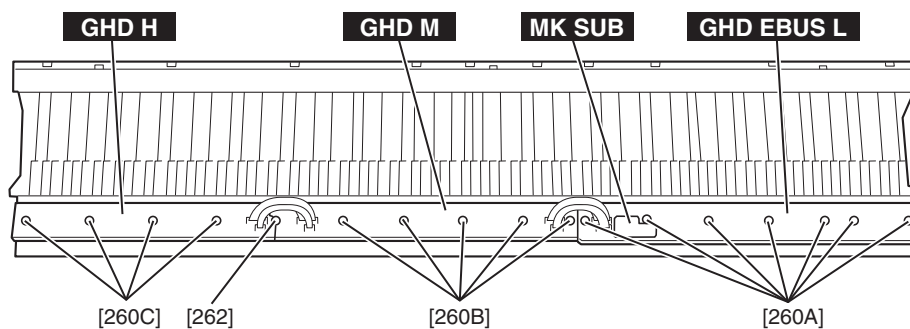

Fig. 18 (図18)
Remove the seven (7) screws marked [260A]. The GHD EBUS L and MK SUB circuit boards can then be removed. (Fig. 18, Photo 5)
Remove the five (5) screws marked [260B] and the screw marked [262]. The GHD M circuit board can then be removed. (Fig. 18)
Remove the four (4) screws marked [260C] and the screw marked [262]. The GHD H circuit board can then be removed. (Fig. 18)
[260A] のネジ 7 本を外して、GHD EBUS L シートと MK SUB シートを外します。（図 18、写真 5）
[260B] のネジ 5 本と [262] のネジ 1 本を外して、GHD M シートを外します。（図 18）
[260C] のネジ 4 本と [262] のネジ 1 本を外して、GHD H シートを外します。（図 18）
Tighten the seven (7) screws marked [260A] to fix the GHD EBUS L, MK SUB circuit boards. (Fig. 18)
Tighten the five (5) screws marked [260B] and the screw marked [262] to fix the GHD M circuit board. (Fig. 18)
Tighten the four (4) screws marked [260C] and the screw marked [262] to fix the GHD H circuit board. (Fig. 18)
GHD EBUS L シートと MK SUB シートを取り付け、[260A] のネジ 7 本を取り付けます。(図 18)
GHD M シートを取り付け、[260B] のネジ 5 本と [262] のネジ 1 本を取り付けます。(図 18)
GHD H シートを取り付け、[260C] のネジ 4 本と [262] のネジ 1 本を取り付けます。(図 18)